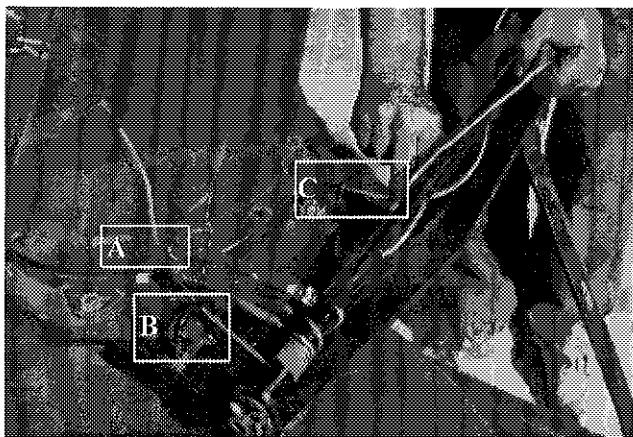

Figure 21
- 4) **Figure 21:** Tourner la manivelle dans le sens horaire jusqu'à ce que le point d'attache (A) se retrouve près du guide câble (B). Faire passer l'autre partie du câble dans le guide câble (C) et autour de la chute contrairement au sens horaire.